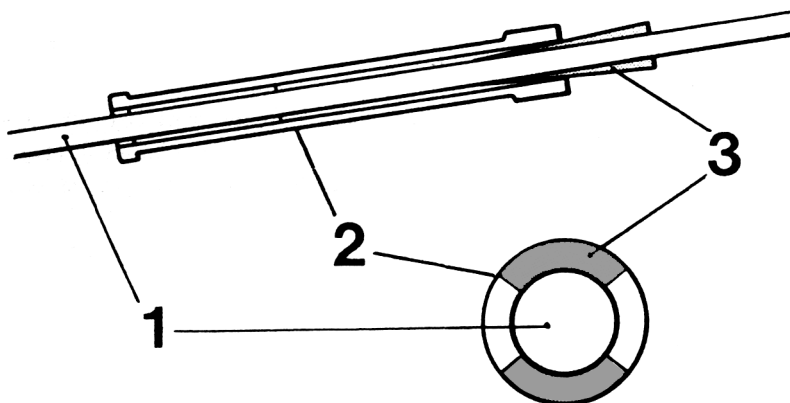

Fig 24.
6. För att undvika att axeln böjs i hylsröret kan axeln centreras enligt följande (fig 24):
- b Centrera axeln (1) i hylsröret (2) med hjälp av 2 st kilformiga styrningar (3).